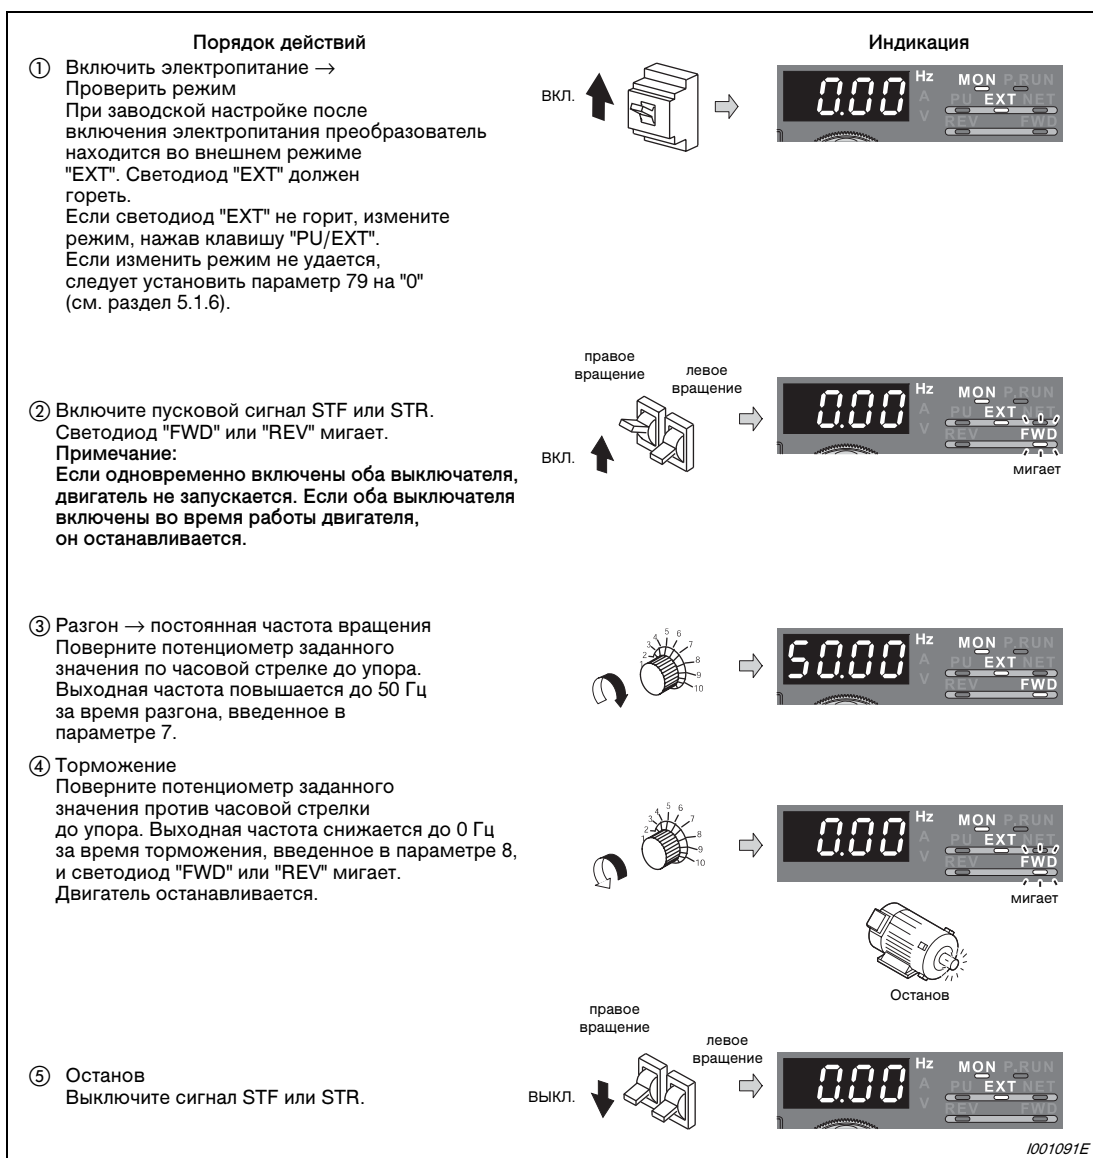

Рис. 5-32: Преобразователь частоты работает на основе заданного значения, подаваемого в виде аналогового потенциального сигнала
① Вращайте ручку цифрового набора, пока не появится "P.125" (пар. 125).
② Для просмотра текущего значения нажмите клавишу "SET". Появляется заводская настройка "50.00" (50,00 Гц).
③ Вращайте ручку цифрового набора, пока не появится "40.00" (40,00 Гц).
④ Для сохранения значения нажмите клавишу "SET".
⑤ Для вызова на дисплей выходной частоты нажмите два раза клавишу MODE.
⑥ Включите пусковой сигнал STF или STR и поверните потенциометр по часовой стрелке до упора (см. рис. 5-32, пункты с ② по ⑤).